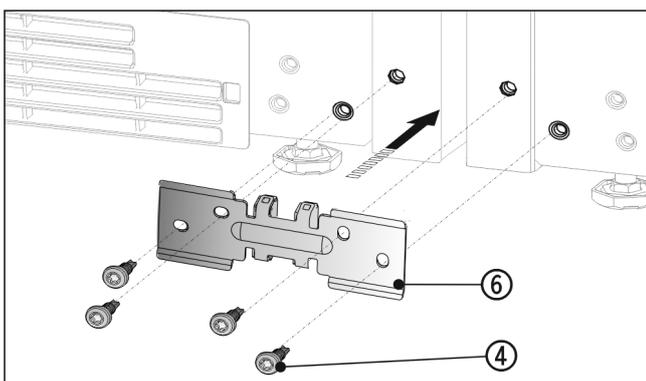

Fig. 17
- ▶ 使用间隔垫片将角 Fig. 17 (6) 推入设备之间，并使用四颗螺栓 Fig. 17 (4) 旋松。